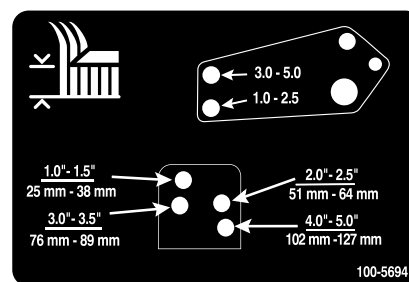

**Figure 24**
8. Enlevez les goupilles fendues et les axes de chape qui fixent les biellettes d'amortisseurs aux supports du plateau de coupe (Figure 24). Alignez les trous de la bielle d'amortisseur avec ceux du support de hauteur de coupe sélectionnés dans le bâti des plateaux de coupe (Figure 25), puis insérez les axes de chape et posez les goupilles fendues.